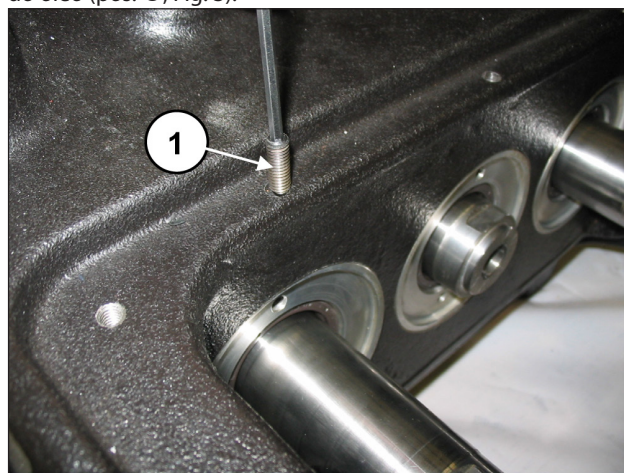

Fig. 3
Solte os grãos de bloqueio M6 das três coberturas da vedação do óleo (pos. ①, Fig. 3).